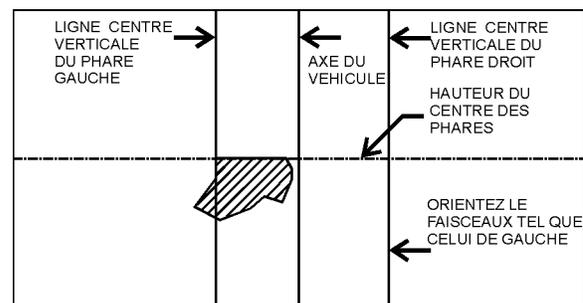

FIGURE 80 : POSITIONNEMENT CORRECT SUR L'ÉCRAN DE LA ZONE LONGUE PORTÉE DES FEUX DE CROISEMENT
- Les feux de croisement sont orientés de sorte que le bord supérieur (le seuil) de la zone longue portée est à la position verticale selon le tableau 1 et le bord gauche de la zone longue portée est sur l'axe vertical du phare (Figure 80).